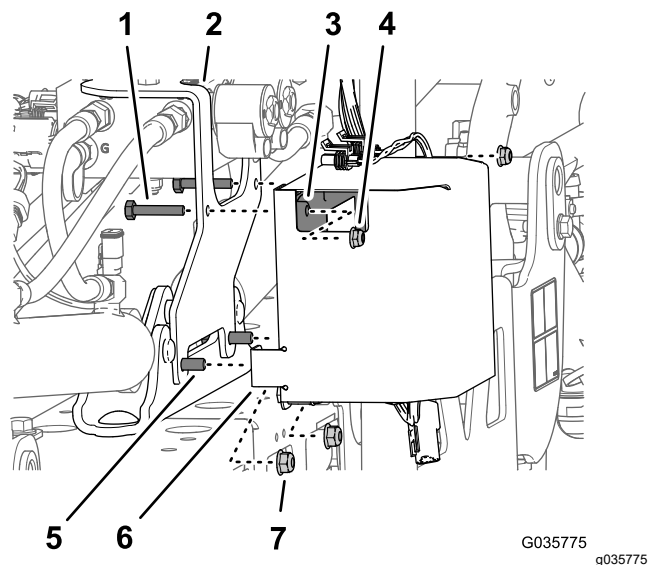

Figura 29
- Îndepărtai cele 2 contrapiulie cu guler ($\frac{5}{16}$ ") care fixează suportul de montare al setului de finisare a braului ultra sonic de pe suportul cilindrului (Figura 29).
- Montai capacul controlerului (Figura 29) pe urubul cu guler ($\frac{5}{16} \times 1$ ") de la orificiile inferioare spre înainte ale capacului i fixai uor capacul, suportul i montai cu cele 2 contrapiulie cu guler ($\frac{5}{16}$ ") pe care le-ai îndepărtat în 3.
- Montai cele 2 uruburi ($\frac{1}{4} \times 1 \frac{3}{8}$ ") prin orificiile superioare din suportul de montare (set de finisare a braului ultra sonic), flana din spate (capacul controlerului) i controlerul (Figura 29) cu cele 2 contrapiulie cu guler ($\frac{1}{4}$ ").